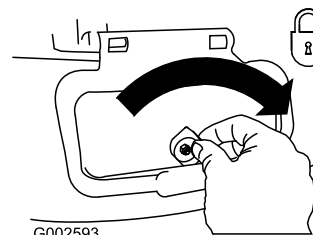

**Bild 34**
3. Setzen Sie den Seitenauswurfkanal ein und schließen Sie die Klappe auf dem Auswurfkanal (Bild 34).